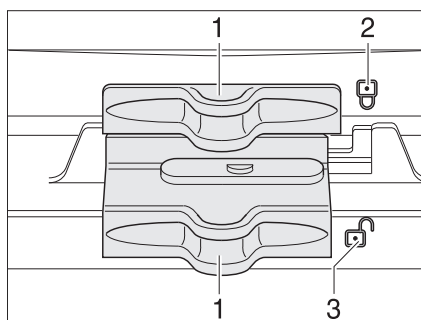

Fig. 206 Bloqueo de la puerta del frigorífico/puerta del compartimento congelador (Dometic de la serie 7 con compartimento congelador separado)
- Desplazar el bloqueo (Fig. 206,1) hacia un lado, de tal manera que sea visible el candado abierto  (Fig. 206,3).
- Desplazar el bloqueo (Fig. 206,1) hacia un lado, de tal manera que sea visible el candado cerrado  (Fig. 206,2).